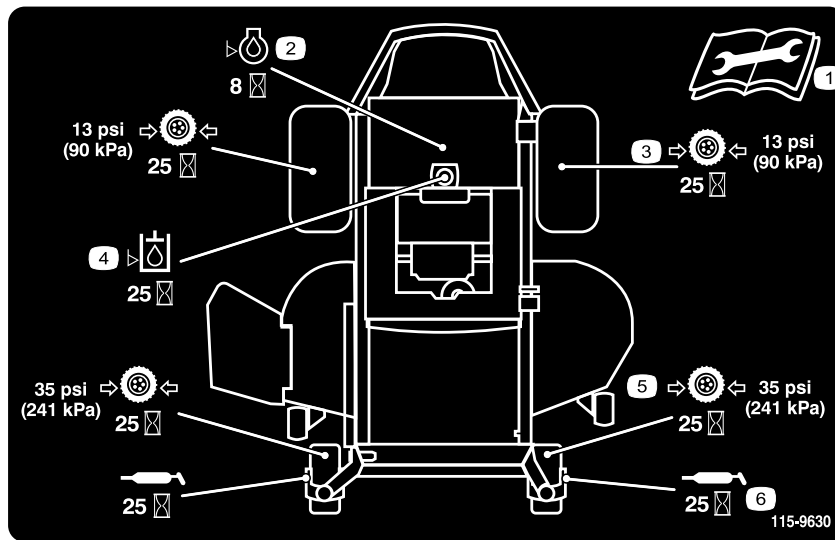

Bild 36
3. Reinigen Sie die Schmiernippel (Bild 37 und Bild 36) mit einem Lappen. Kratzen Sie bei Bedarf Farbe vorne von den Nippeln ab.
4. Setzen Sie die Fettpresse nacheinander an allen Nippeln an (Bild 37 und Bild 36). Fetten Sie die Nippel, bis das Fett beginnt, aus den Lagern auszutreten.